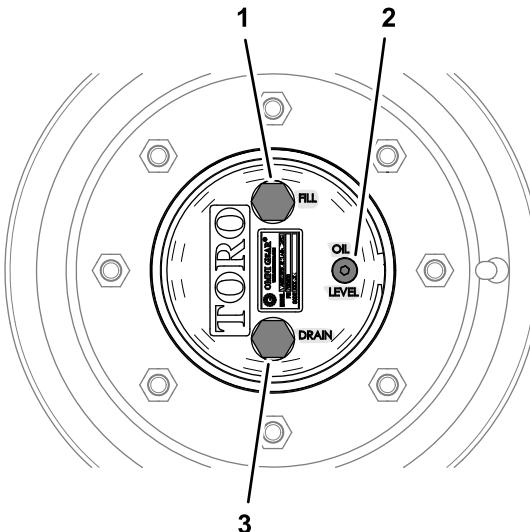

Figure 84
1. Amenez la machine sur une surface plane et horizontale, tournez une roue de sorte que le bouchon de remplissage soit en haut, à la position 12 heures, et le bouchon de vidange soit en bas, à la position 6 heures (Figure 84).
1. Amenez la machine sur une surface plane et horizontale, tournez une roue de sorte que le bouchon de remplissage soit en haut, à la position 12 heures, et le bouchon de vidange soit en bas, à la position 6 heures ; voir Figure 84 sous Contrôle du niveau d'huile du train planétaire (page 72).